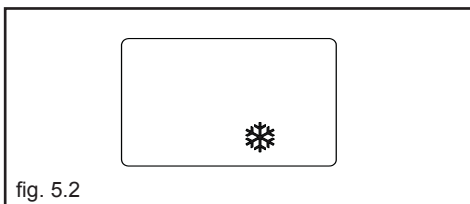

fig. 5.2
- **Antigelo riscaldamento:** la funzione si avvia se la temperatura rilevata dalla sonda di mandata scende sotto i 5°C . In questa fase si attiva il circolatore e, se caldaia non in blocco, anche il bruciatore alla minima potenza finché la temperatura dell'acqua di mandata raggiunge i 35°C . Durante il ciclo antigelo sul visualizzatore digitale appare il simbolo ❄️ (fig. 5.2).
- **Antigelo sanitario:** la funzione si avvia se la temperatura rilevata dalla sonda sanitaria scende sotto i 5°C . In questa fase si attiva il circolatore e, se caldaia non in blocco, anche il bruciatore alla minima potenza finché la temperatura dell'acqua di mandata raggiunge i 55°C . Durante il ciclo antigelo sul visualizzatore digitale appare il simbolo ❄️ (fig. 5.2).